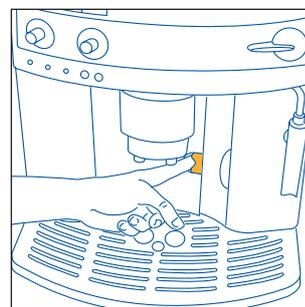
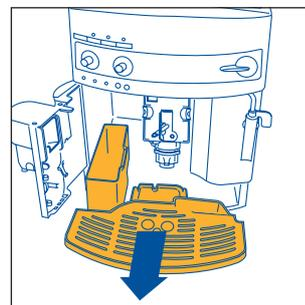

Fig.15
Fig.16
**NOTA 7:** A máquina conta o número de cafés tirados. A cada 14 cafés normais (ou 7 duplos), a luz piloto 🔦 acende-se fixamente (cap. 12 ponto 3), indicando que o recipiente de borras está cheio de pastilhas e que é, assim, necessário esvaziá-lo e limpá-lo. Enquanto não limpar a gaveta de borras, a luz manter-se-á acesa e a máquina não poderá fazer o café. Para efectuar a limpeza, abra a porta de serviço situada na parte frontal, puxando a pega própria (fig. 15); a luz △ intermitente acender-se-á (consulte o par. 12, ponto 9); retire depois a pingadeira (fig. 16), esvazie-a e limpe-a. Esvazie e limpe cuidadosamente a gaveta de borras, tendo o cuidado de remover todos os resíduos que possam estar depositados no fundo. Seque também as eventuais gotas de condensação que estejam depositadas no interior da máquina sob a pingadeira. **IMPORTANTE: Sempre que retirar a pingadeira, é OBRIGATÓRIO esvaziar o recipiente de borras de café, ainda que este esteja pouco cheio. Se esta operação não for efectuada pode acontecer que, quando tirar os cafés seguintes, o recipiente de borras se encha mais do que o previsto e que a máquina fique obstruída com pastilhas saturadas.**
- Abra a porta de serviço (fig. 15);
- Retire a pingadeira e o recipiente de borras (fig. 16) e lave-os;